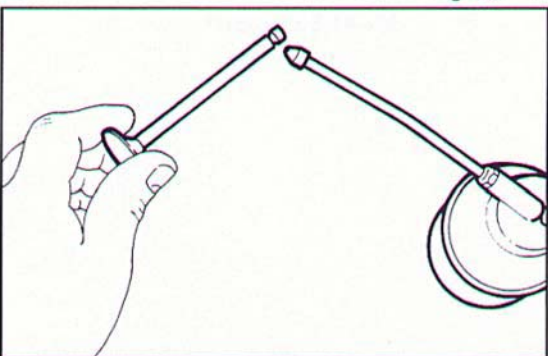

Fig. 210 ▼
- lubrificare lo stelo delle valvole (Fig. 210) e inserirle dal basso;
- lubricate the valve stems (Fig. 210) and insert them from the bottom;